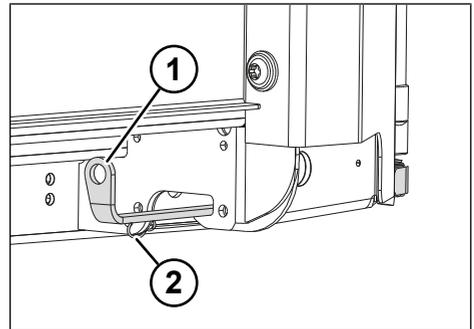

Fig. 6-25: Levier de serrage modèle 1
- ▶ Accrocher le crochet de sûreté (voir "Fig. 6-25: Levier de serrage", p. 85).